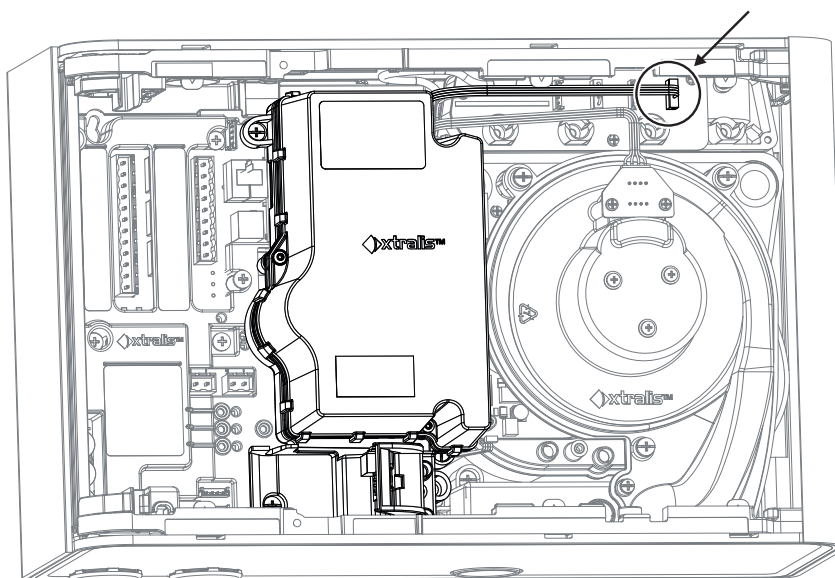

Рис. 7-14: Отсоедините трубку камеры
4. Отсоедините трубку камеры от разъема, маркированного J3 (Рис. 7-14).
5. Вновь подсоедините трубку к J3 (Рис. 7-14).